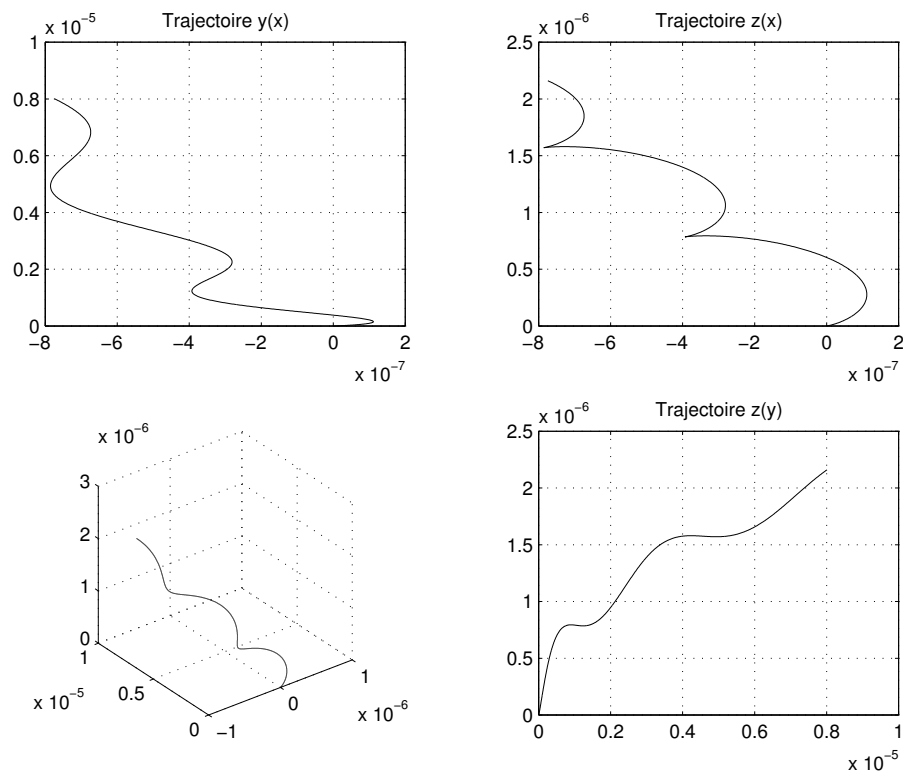

FIG. 14: Déplacement d'une particule
2. Tracez des graphes similaires à ceux de la figure 14.